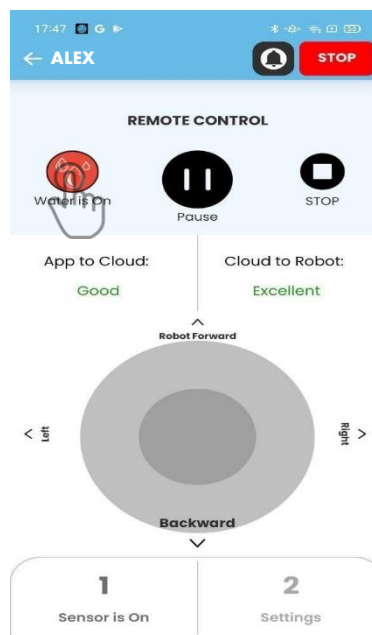

Fig. 5
5. Om de reiniging te starten tijdens de afstandsbediening, klikt u op de knop 'Start'. De schoonmaakfunctie wordt na ongeveer 5 seconden gestart, waarbij de waterstraal standaard is ingeschakeld, zoals aangegeven door de in rood gemarkeerde "Water is Aan"-tuimelknop linksboven (Fig. 5).